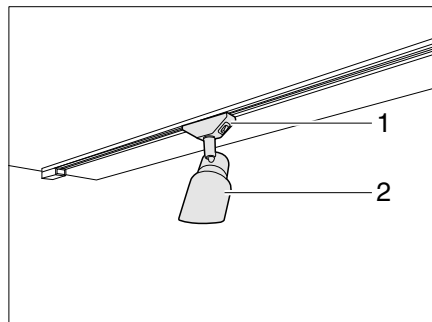

Bild 61 Spotleuchte
- Halterung (Bild 61,1) fassen und um 45° drehen.
- Spotleuchte (Bild 61,2) aus Schienensystem entnehmen.
- Spotleuchte (Bild 61,2) an gewünschter Position in das Schienensystem einsetzen und um 45° drehen.